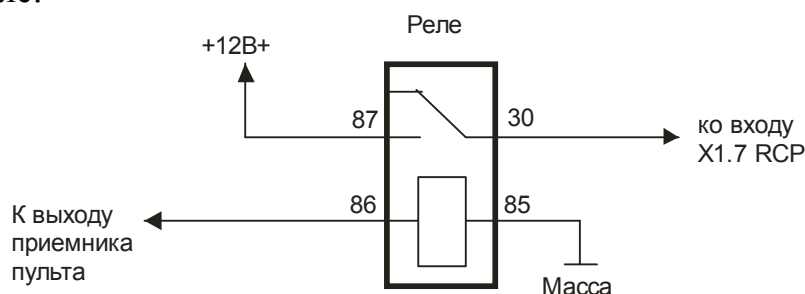

Рисунок 7
- Вход предназначен для подключения специализированных пультов Smart Start, Easy Start, Telearstart. Если возникают проблемы с непосредственным подключением выхода пульта ко входу X1.7 модуля, возможно подключение по схеме на рис.7 с применением реле.